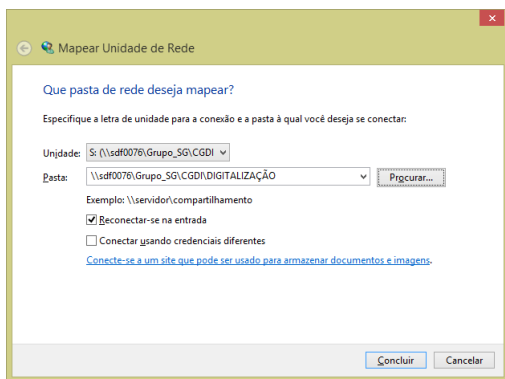

Figura 06: Tela Mapear Rede
b. Através da janela meu computador, escolher mapear unidade de rede (figura 06).